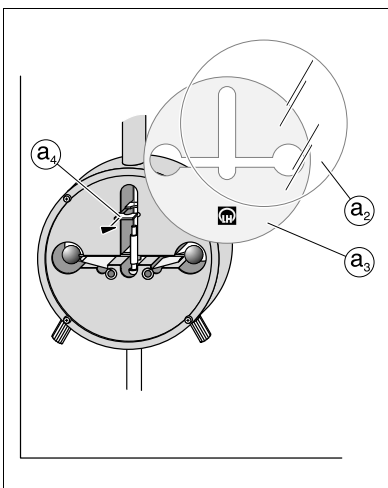

Fig. 8.2
- Schraube (a₁) entfernen; danach die anderen Schrauben, welche die Glasplatte fixieren, lockern, bis die Platte entfernt werden kann (Fig. 8.2).
- Remove screw (a₁); subsequently loosen the other screws fixing the glass plate until it can be removed (Fig. 8.2).